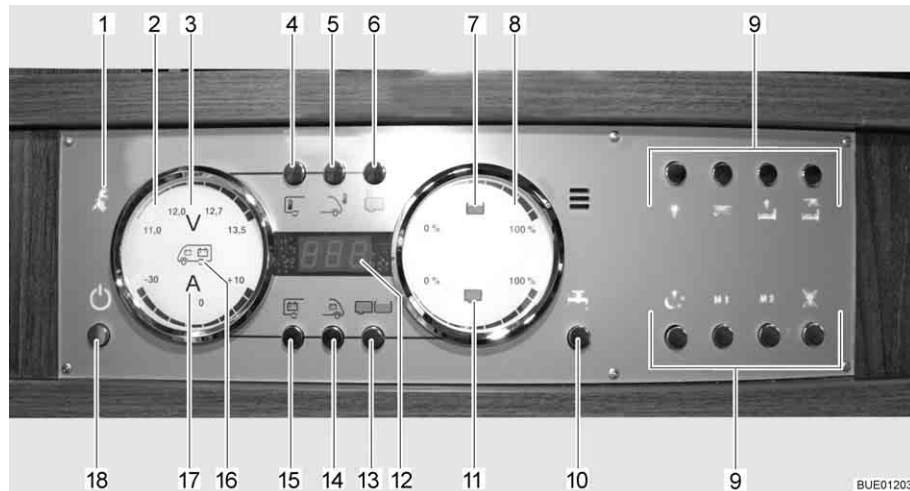

Fig. 137 Panneau de contrôle LT 510
Le voyant de contrôle 230 V (Fig. 137,1) s'allume si l'arrivée du bloc électrique est sous tension de réseau.
L'interrupteur principal 12 V (Fig. 137,18) établit ou coupe le panneau de contrôle et l'alimentation 12 V de la cellule.
- Appuyer brièvement sur la touche d'alimentation 12 V (Fig. 137,18). L'alimentation 12 V de la cellule est assurée. L'indicateur de contrôle "12 V" s'allume.
- ▷ La tension de la batterie de cellule est trop faible quand les DEL "11,0" de l'affichage en Volt et le symbole Volt "V" (Fig. 137,3) clignotent dans l'indicateur des batteries (Fig. 137,2) après la mise sous tension. Charger la batterie.
- ▷ La coupure de batterie est active quand l'indicateur de contrôle "12 V" et le symbole Volt "V" (Fig. 137,3) clignotent trois fois après la mise sous tension. Désactiver la coupure de batterie.
- Appuyer brièvement sur la touche d'alimentation 12 V (Fig. 137,18). L'alimentation 12 V de la cellule est coupée. L'indicateur de contrôle "Alimentation 12 V" s'éteint.
- Appuyer sur la touche batterie de cellule (Fig. 137,15) et la maintenir enfoncée pendant 10 secondes environ. Le symbole Volt "V" (Fig. 137,3) et l'indicateur de contrôle "12 V" clignotent trois fois. La batterie de cellule est coupée du réseau de bord de 12 V.
- Appuyer sur la touche d'alimentation 12 V (Fig. 137,18) et la maintenir enfoncée pendant 5 secondes environ. Le symbole Volt "V" (Fig. 137,3) et l'indicateur de contrôle "12 V" clignotent trois fois. La batterie de cellule est branché au réseau de bord 12 V. L'indicateur de contrôle s'allume au bout d'env. 5 secondes.
- Appuyer sur la touche de la batterie de cellule (Fig. 137,15). Le symbole Volt "V" (Fig. 137,3) s'allume. Le symbole Ampères "A" (Fig. 137,17) est, suivant son niveau de charge, blanc ou rouge. La tension de la batterie et le courant de la batterie de cellule sont affichés au moyens de DEL à l'intérieur de l'indicateur.
- Appuyer sur la touche de la batterie de démarrage (Fig. 137,14). Le symbole Volt "V" (Fig. 137,3) s'allume. Des DEL à l'intérieur de l'indicateur indiquent la tension de la batterie de démarrage.
- Appuyer sur la touche réservoirs (Fig. 137,13). Les symboles réservoir d'eau (Fig. 137,7) et réservoir d'eaux usées (Fig. 137,11) s'allument. Des DEL à l'intérieur de l'indicateur indiquent le niveau du réservoir d'eau (échelle supérieure) et celui du réservoir d'eaux usées (échelle inférieure).
**Alarme réservoir** Le symbole du réservoir d'eau (Fig. 137,7) ou celui du réservoir d'eaux usées (Fig. 137,11) clignote quand le réservoir d'eau est vide ou que le réservoir d'eaux usées est plein.
L'affichage numérique (Fig. 137,12) permet d'indiquer les températures intérieure et extérieure.
- Appuyer sur la touche température intérieure (Fig. 137,4). La température intérieure s'affiche.
- Appuyer sur la touche de la température extérieure (Fig. 137,5). La température extérieure s'affiche.